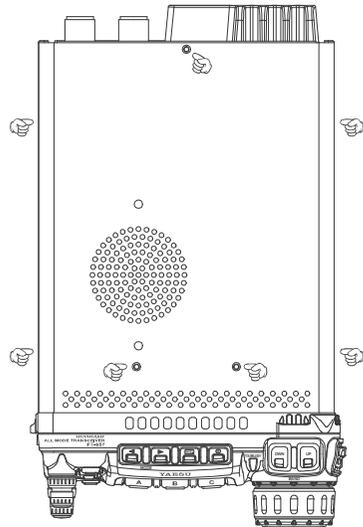

図1
2. 本体上面にある7本のビスを外して、上面ケースとスピーカークネクターを外します(図1参照)。